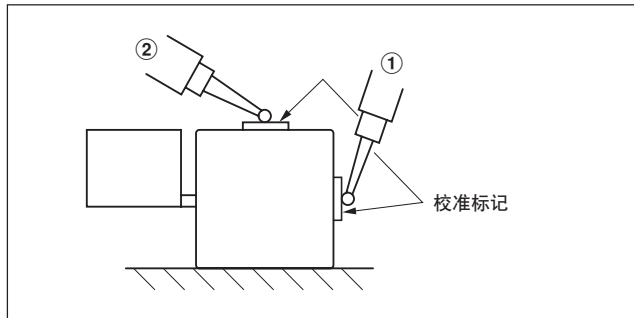

图 3-7 测定直线标尺部分与机械的滑动
(4) 测定直线标尺部分与机械滑动的平行度
在直线标尺部分侧面的校准标记位置 (图 3-7 的 ①) 直接放上杠杆式千分表或千分表调节直线标尺部分对机械滑动的平行度。
(5) 直线标尺安装托架达不到平行度时
请在图 3-7 中 ② 的位置上放上杠杆式千分表或千分表测量各校准标记，在底脚的下部放入隔板等使平行度达到 0.08 mm 以内。